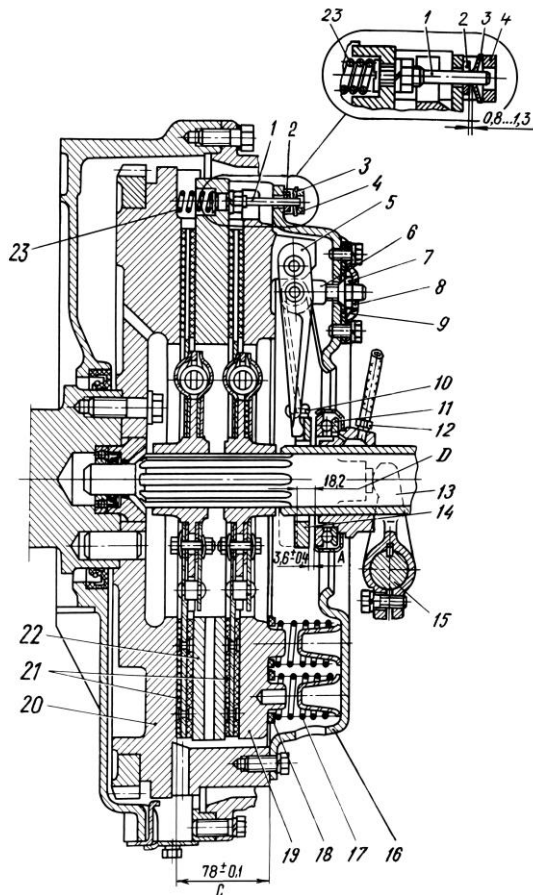

Рис. 110. Сцепление ЯМЗ-238:
Кожух 16 (рис. 110) сцепления, штампованный из листовой стали, с нажимным диском 19 в сборе устанавливается на маховике 20 двигателя, а ведомые диски 21 – на шлицевой части первичного вала коробки передач.
- Каждое ТО-1 проверить и, если необходимо, отрегулировать свободный ход муфты выключения сцепления. Свободный ход муфты выключения сцепления, определяемый зазором между упорным кольцом и подшипником муфты (размер «А» рис. 110. 3,2–4,0 мм) достигается регулировкой механизма выключения сцепления в соответствии с указаниями инструкции по эксплуатации транспортного средства. После регулировок проверить сцепление на отсутствие «ведения». Эту проверку проводить на работающем двигателе при включенной первой передаче и выключенном сцеплении.